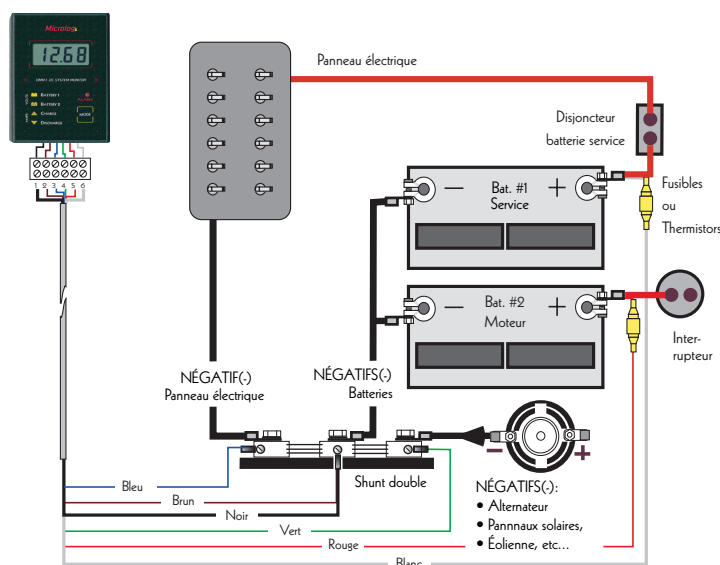
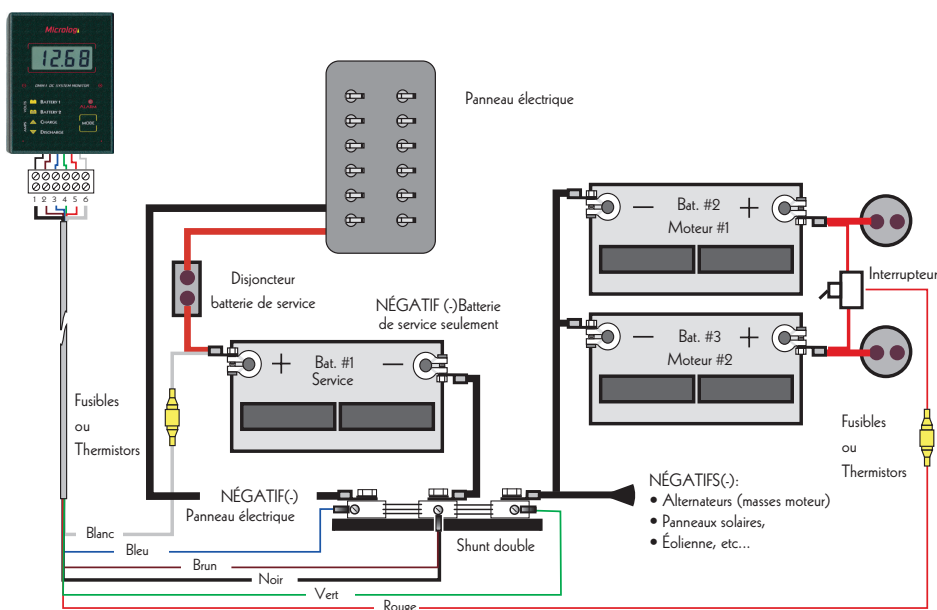

Figure 5: Installation avec Négatif(-) de l'alternateur relié à la masse des moteurs de 4 cylindres et moins
Figure 6: Installation avec Négatif(-) de l'alternateur relié à la masse des moteurs de plus de 4 cylindres
**NOTES IMPORTANTES:** Sur certains bateaux et la plupart des véhicules récréatifs, la borne NÉGATIVE (-) de l'alternateur est reliée à la masse du moteur principal, il en va de même pour le démarreur. Si tel est le cas et que vous avez un moteur de plus de 4 cylindres, ayant un courant de démarrage soutenu supérieur à 200 A., vous pouvez endommager les shunts et empêcher le moteur de démarrer. Il est donc important d'avoir, dans ce cas, une sortie de courant électrique négative séparée sur l'alternateur (voir Figure 5) ou de ne relier que la (les) batterie (s) à décharge profonde aux shunts (voir Figure 6). Les batteries à décharge profonde ne seront pas utilisées pour le démarrage dans ce cas.
La figure 5 illustre une situation idéale avec un alternateur dont la sortie négative est isolée de la masse. Vous pouvez utiliser cette figure avec un alternateur dont le négatif est relié à la masse du moteur de 4 cylindres ou moins. Les étapes suivantes seront effectuées de la même façon sauf que l'on peut relier la masse du moteur au shunt de charge.
La figure 6 illustre le cas d'un alternateur ou des alternateurs dont le (s) négatif (s) est (sont) relié (s) à la masse du (des) moteur (s) de 4 cylindres et plus, sur un bateau à moteur ou véhicule récréatif, par exemple. Les étapes suivantes sont effectuées de la même façon, sauf que le câble de la masse du (des) moteur est relié au shunt de charge et ensuite aux banques de batteries à décharge profonde seulement (voir Figure 6).
Les shunts viennent donc s'insérer en série avec le câblage électrique négatif des appareils de charge des batteries ou du panneau de distribution en courant continu. (voir figures 5, 6 ou 7).
- Il est possible que vous ayez des retours de courant par le VHF et son antenne, reliée à la masse du moteur, en passant par le mat du voilier et la quille, par exemple. Il est donc fortement suggéré d'avoir une sortie de courant électrique NÉGATIVE( - ) bien isolée de la masse, sur l'alternateur, pour mesurer le courant de charge et de décharge séparément sur 2 shunts(selon la figure 5) ou faire le câblage selon les figures 6 ou 7 et d'isoler la masse du(des) moteur(s) de la quille, du mat et tout les équipements qui déchargent les batteries.